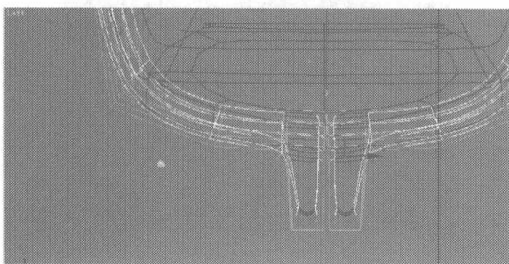
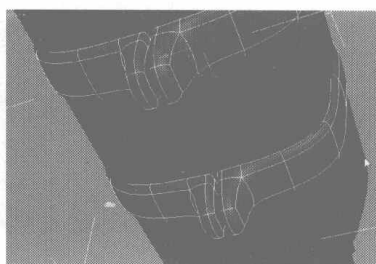

图 2.143
图 2.144
- 11 选择如图 2.143 所示的曲线，单击 **Connect** 右边的小按钮，在弹出的对话框中设置参数，结果如图 2.144 所示。